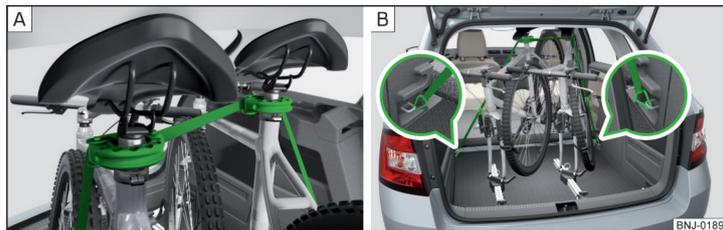

Fig. 114 Garantizar la estabilidad de las bicicletas con una correa
- Para transportar dos bicicletas, tensar la correa entre los sillines separando las bicicletas » fig. 114 - **A**.
- Enganchar los mosquetones en los extremos de la correa en las argollas de retención inferiores detrás de los asientos traseros» fig. 114 - **B**.